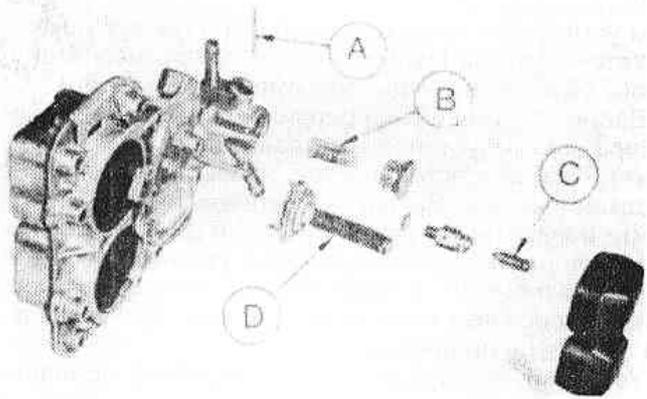

Рис.3.53. Штифт крепления поплавка (А), фильтр (В), игольчатый клапан (С), клапан экономайзера (D) (Разд.26)
5. Выбейте штифт крепления поплавка, и снимите поплавок и игольчатый клапан (Рис.3.53).